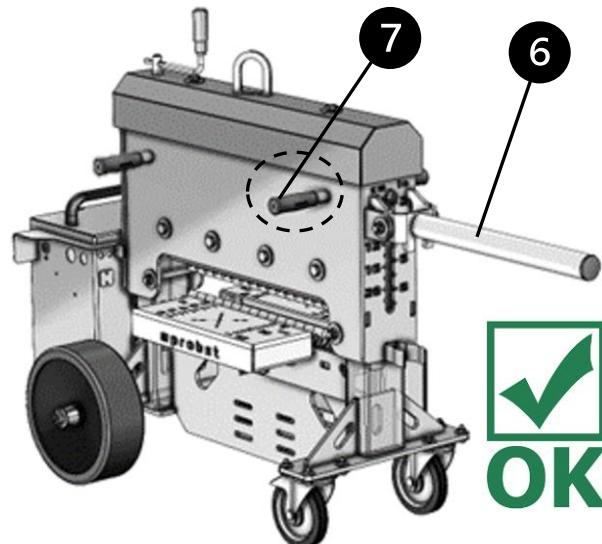

Abb. 2
- Transport (przenoszenie) pustego urządzenia (bez kamiennej płyty) może odbywać się wyłącznie ręcznie poprzez podniesienie/uchwycenie dźwigni transportowej 6 (lub czerwonych uchwytów 7 z boku). W tym celu należy przesunąć dźwignię transportową 6 do pozycji poziomej. → Abb. 2